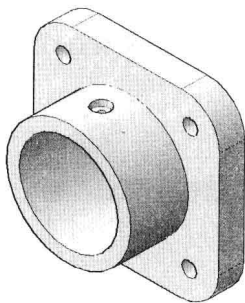

图 9-3-1
(1) 打开素材文件“9-3.dwg”，三维模型观察角度为西南方向，如图 9-3-1 所示。